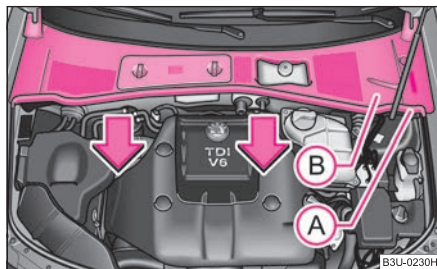

Fig. 180 Vano motore: coperchio della vaschetta di raccolta acqua
- Rimuovere la guarnizione (A) e togliere il coperchio della vaschetta di raccolta acqua (B) agendo nel senso indicato dalla freccia ⇒ fig. 180.